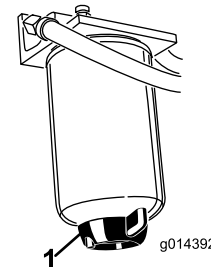

Figura 30
Drene el agua y otros contaminantes del separador de agua (Figura 30) a diario.
2. Afloje el tapón de vaciado en la parte inferior del cartucho del filtro (Figura 30).